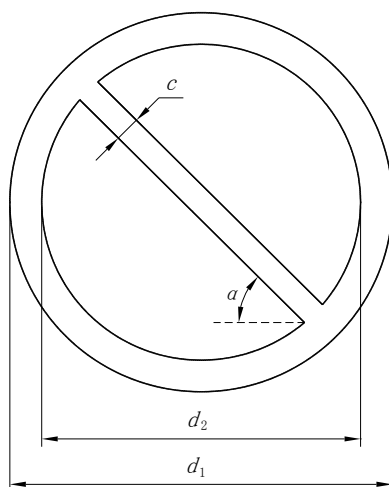

图1 禁止（令）标志的基本型式
**4.2.1 禁止（令）标志的基本型式是带斜杠的圆边框，见图1。禁止（令）标志中的交通安全标志的型式应符合GB 5768.2的有关要求。**